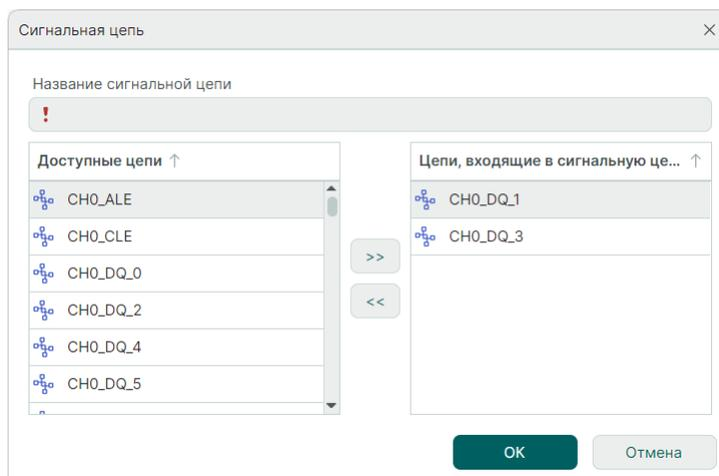

Рис. 392 Назначение сигнальной цепи
3. В окне «Сигнальная цепь» в списке «Цепи, входящие в сигнальную цепь» отображаются predetermined цепи, см. Рис. 392.